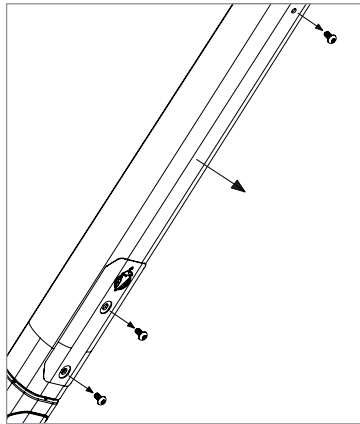

Figure 11
- Après avoir débranché les câbles du système et les avoir déplacés, utilisez une clé de T25 torx pour retirer les vis de la partie inférieure du tube oblique (figure 11).